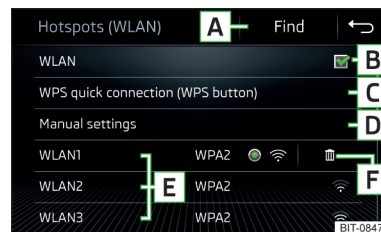

Fig. 156
Con la función WLAN encendida se visualiza una lista de los Hotspots disponibles o conectados anteriormente con las siguientes informaciones y superficies funcionales» **fig. 156**.
- Visualizar la lista de los Hotspots disponibles, dado el caso actualizar la lista pulsando la superficie funcional **Buscar** - **A** » fig. 156.